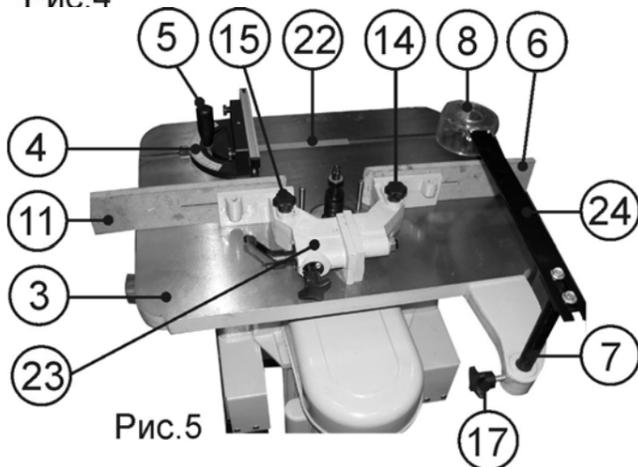

Рис.5
8.2.2. Используя шайбу (Р) Рис.1 на скользящей планке (22) установить и ручкой (5) закрепить направляющую скоса (4) Рис.5.
8.4.1. Используя крепежные детали (Е) Рис.1, стойку защитного колпака (7), штангу (24) и защитный колпак (8) соединить в один узел Рис. 5.
8.4.2. Стойку защитного колпака (7) вставить в гнездо на рабочем столе (3), зафиксировать фиксирующим винтом (17) Рис. 5.